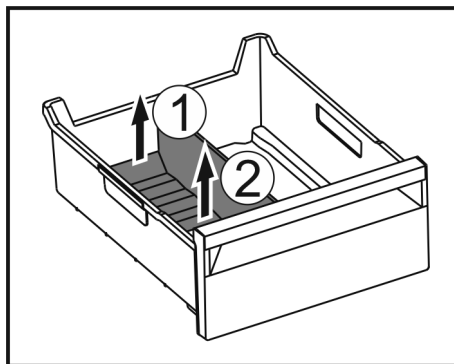

Fig. 176
- ▶ Soulever la partie arrière du séparateur de congélateur. Fig. 176 (1)
- ▶ Retirer le séparateur de congélateur par le haut. Fig. 176 (2)